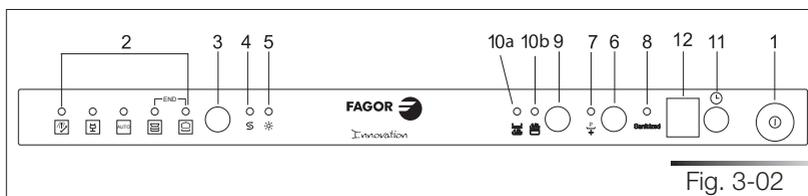
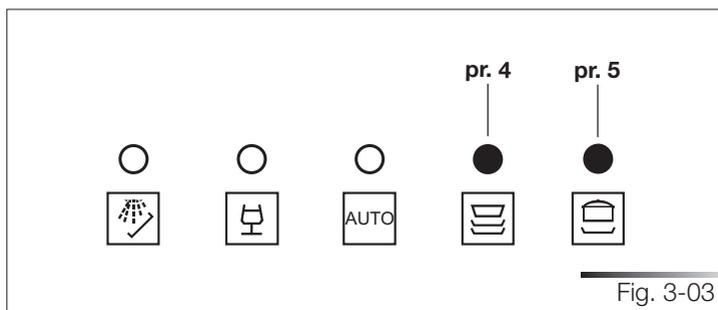

Fig. 3-02
Fig. 3-03
Quand on appuie sur la touche marche/arrêt (réf. 1 fig. 3-02), on met le lave-vaisselle sous tension. Il faut ensuite attendre l'allumage de l'un des **voyants programmes** (réf. 2 fig. 3-02).
- Appuyer sur la touche **sélection programmes** (réf. 3 fig. 3-02) le nombre de fois qu'il faut pour que le voyant correspondant au programme souhaité s'allume (réf. 2 fig. 3-02).
La touche programmes supplémentaires (réf. 6 fig. 3-02) permet d'obtenir **cinq autres programmes** en plus de ceux que l'on peut sélectionner directement à l'aide de la touche sélection programmes.
- Pour annuler le programme en cours, il faut, après avoir ouvert la porte, appuyer sur la touche de **sélection programmes** (réf. 3 fig. 3-02) et la maintenir appuyée pendant quelques secondes jusqu'à ce que les voyants du quatrième et du cinquième programme s'allument en même temps (réf. pr.4, pr.5 fig. 3-03).
- Après environ 1 minute, le lave-vaisselle se porte à la fin du cycle et les voyants du quatrième et du cinquième programme (réf. pr.4, pr.5 fig. 3-03) commencent à clignoter.